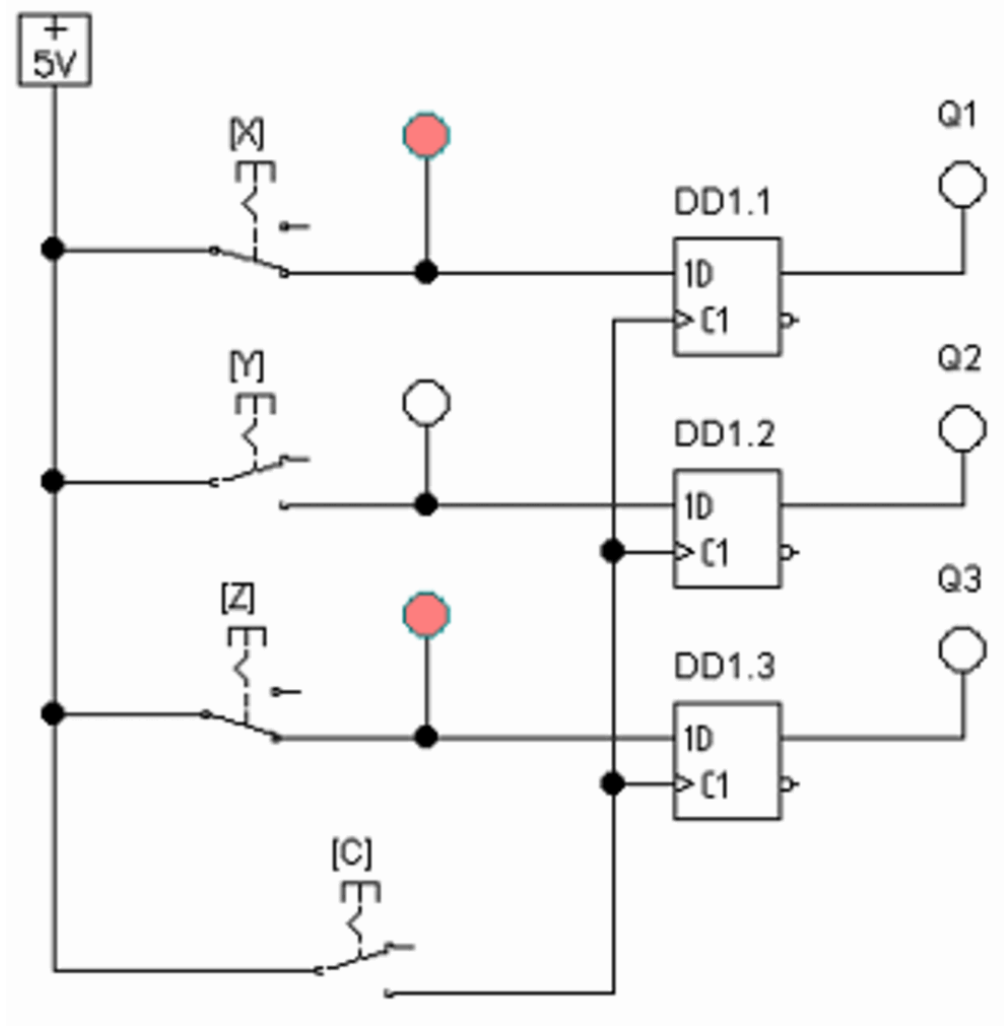

Рисунок 47 – Схема для исследования параллельного регистра
4. Собрать схему параллельного регистра (рисунок 47).